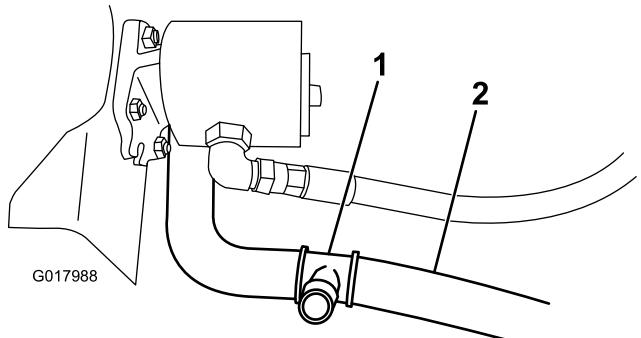

Figura 17
2. Tagliate il flessibile inferiore del radiatore a circa 89 mm dalla linea centrale del flessibile nella piega a 90° (Figura 17).
3. Collegate il raccordo a T a ogni estremità appena tagliata del tubo del radiatore inferiore con 2 fascette stringitubo grandi (Figura 17).